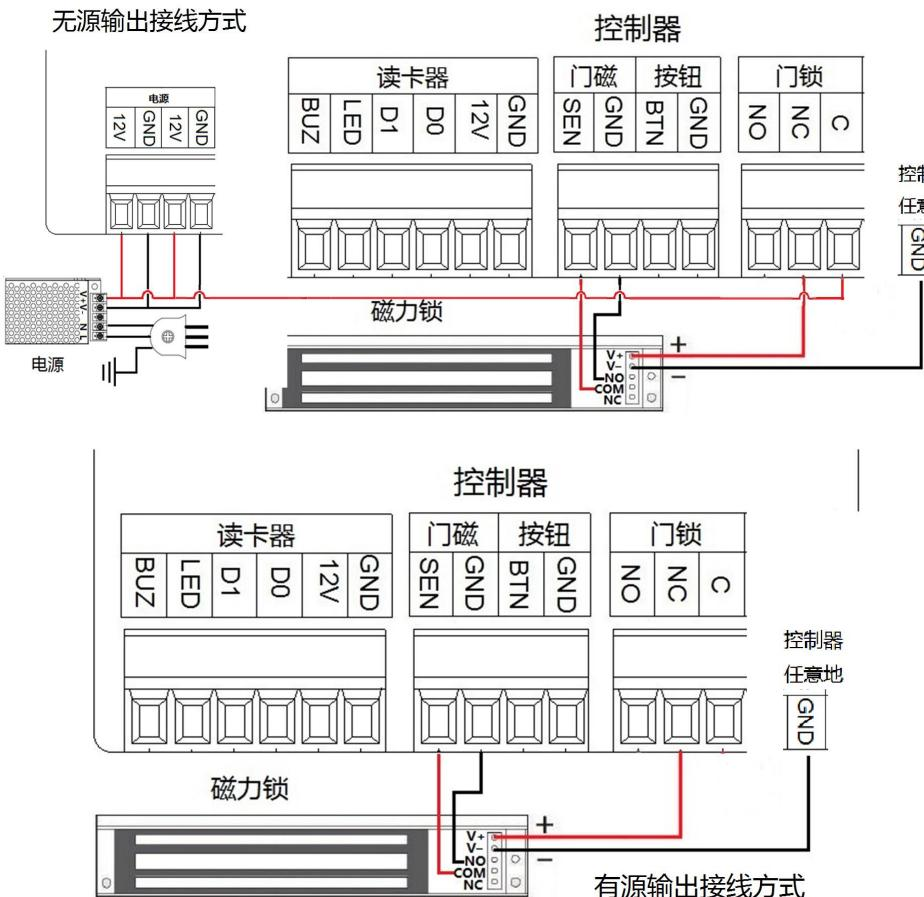

图 8：电插锁、电磁锁接线示意图
- 通电上锁的电插锁、磁力锁，锁的负极接控制器的 GND，C 端接电源的正极，NC 端接锁的正极，白色两根门磁线不分正负极接控制器的 SEN、GND，如图 8 所示：